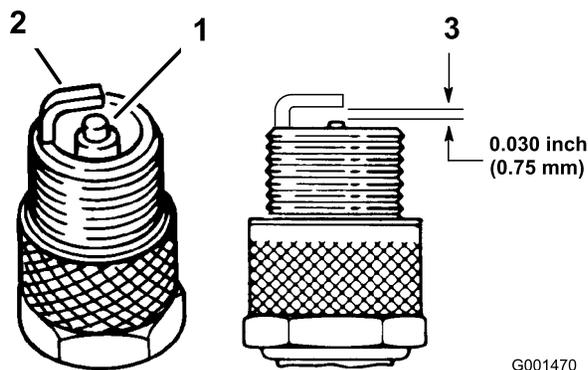

Figure 26
1. Examinez le centre des bougies (Figure 26). Si le bec de l'isolateur est recouvert d'un léger dépôt gris ou brun, le moteur fonctionne correctement. S'il est recouvert d'un dépôt noir, cela signifie généralement que le filtre à air est encrassé.
3. Contrôlez l'écartement entre l'électrode centrale et l'électrode latérale (Figure 26). Courbez l'électrode latérale (Figure 26) si l'écartement est incorrect.
Remarque: Vérifiez que l'écartement des électrodes est correct (Figure 26).
3. Connectez les bougies (Figure 26).